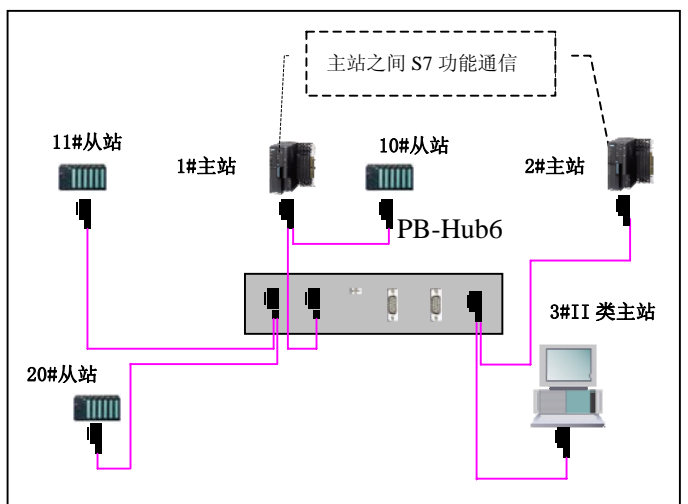
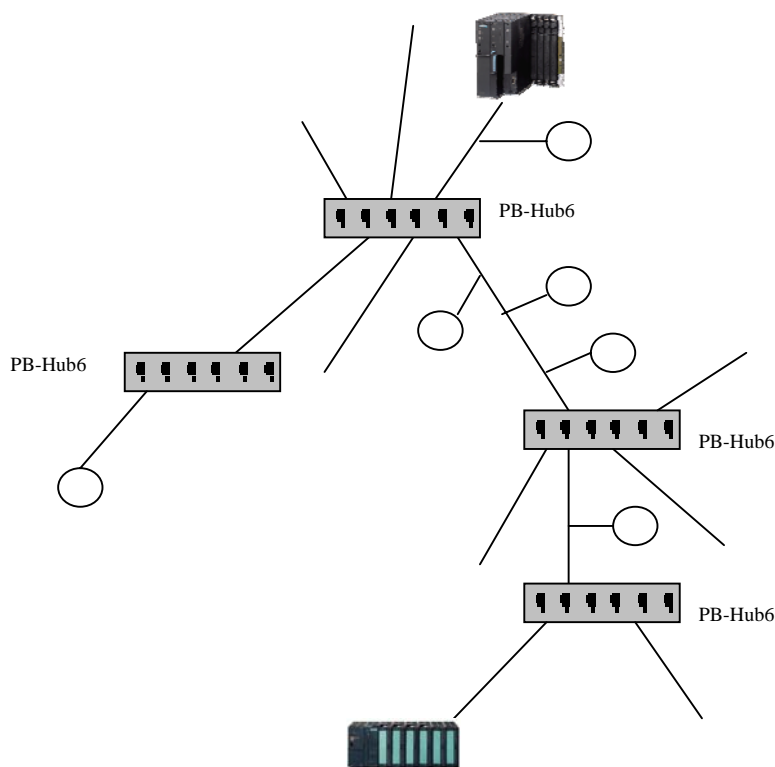

图 1-4
图 1-5 当 DP 波特率 $\geq 187.5\text{K}$ 时,PB-Hub6 的可级连数目是 3 级
- (4) **物理层透明传输**：PB-Hub6 与网络上层协议无关；因此可适用于所有基于 RS485 的 PROFIBUS 协议功能，包括：PROFIBUS-DP/V0、V1、V2，及各种应用行规，包括：PROFIsafe（安全）、Redundancy（冗余）、Ident Systems（识别系统）等等。也支持连接多主站通信，如 S7 FUNCTION 协议、二类主站通信；也部分适用于其它 RS485 传输技术的现场总线或网络，如 MODBUS。见图 1-4。
- (5) **段隔离**：每个接口可扩展为一个“PROFIBUS 段”（可称为“接口段”），接口段之间彼此（光/电）隔离。
- (6) **级连**：任意一个接口段可再通过 PB-Hub6（或 PB-Hub3 或其他 PROFIBUS REPEATER）实现级连；PB-Hub6 的可级连数目与波特率有关。当波特率 $\geq 187.5\text{K}$ 时,可级连数目是 3 级，见图 1-5；当波特率 $< 187.5\text{K}$ 时 PB-Hub6 的可级连数目最多达到 5 级。